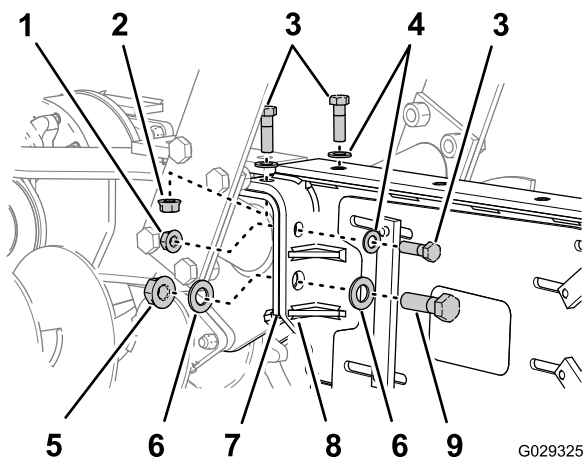

Figure 3
4. Placez 2 boulons à tête hexagonale (3/4 x 2-1/2 po), 2 rondelles et 2 écrous à embase dentelée dans les trous verticaux de la plaque de montage et du support de fixation de l'élinde (Figure 3).
- Retirez les 2 boulons à tête hexagonale (3/4 x 2-1/2 po), les 2 rondelles et les 2 contre-écrous des trous verticaux de la plaque de montage et du support de fixation de l'élinde (Figure 3).
- Retirez les 2 boulons horizontaux (1 x 2-1/2 po), les 4 rondelles (1 po) et les 2 contre-écrous (1 po) des trous verticaux de la plaque de montage et du support de fixation de l'élinde (Figure 3).